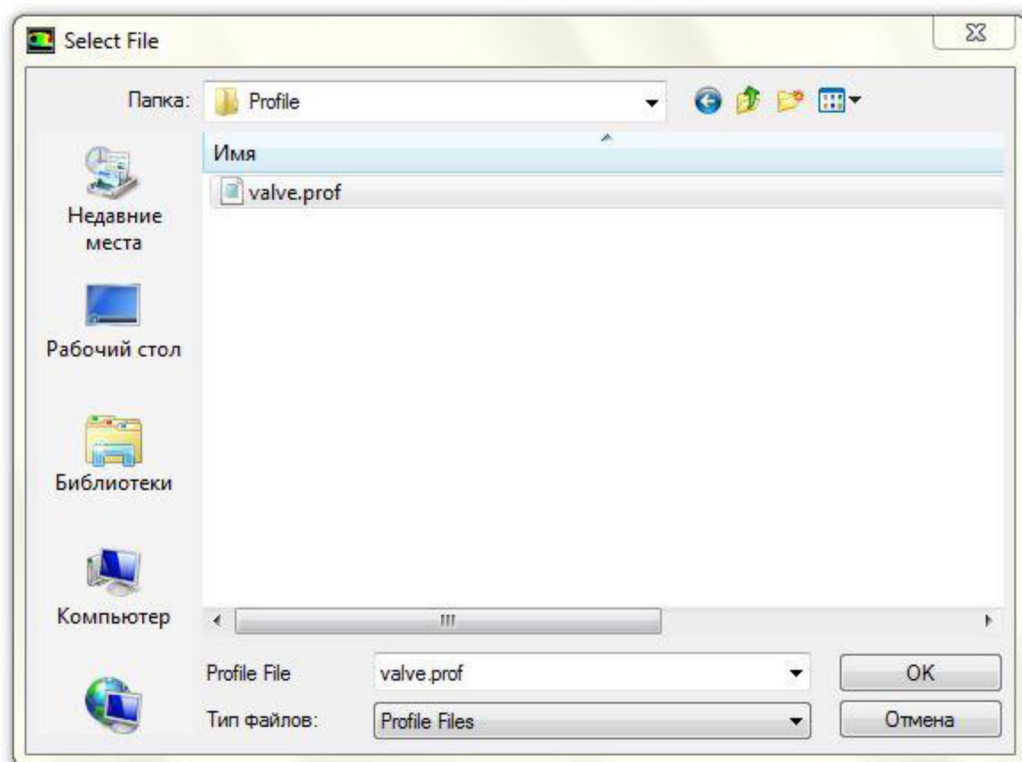

Рисунок 2.20 – Окно выбора файла профилей клапанов
2. Следующим этапом моделирования является загрузка файла параметров для задания движения клапана (рисунок 2.20):